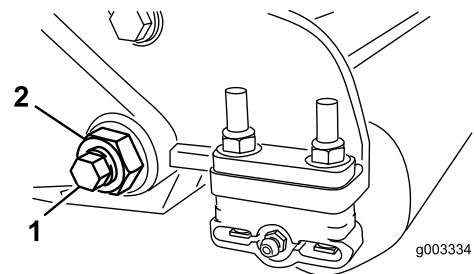
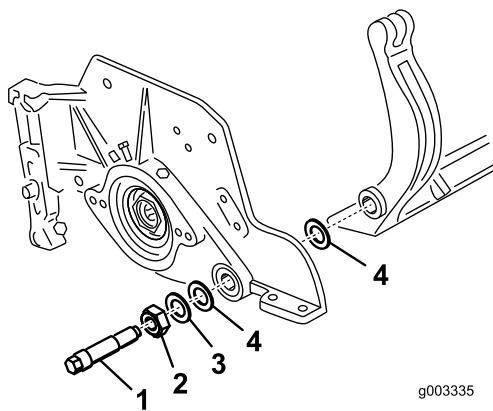

Figura 31
Figura 32
3. En cada lado de la máquina, afloje la contratuerca que fija el perno de la barra de asiento (Figura 31).
4. Retire todos los pernos de la barra de asiento, para poder tirar de la barra hacia abajo y retirarla de la máquina (Figura 31). Guarde las 2 arandelas de nylon y la arandela de acero troquelado de cada extremo de la barra de asiento (Figura 32).
4. Coloque una arandela de acero por fuera de cada arandela de nylon (Figura 32).
Las arandelas del interior pueden tener cierta holgura (Figura 32).